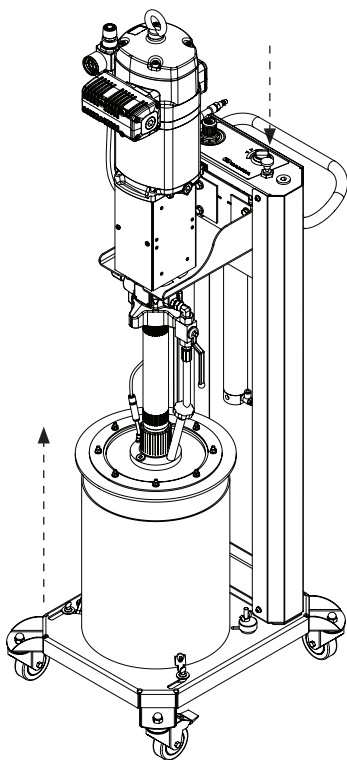

Fig. 11
- Presione la válvula de rotura de vacío para permitir la extracción del bidón (Fig. 11).